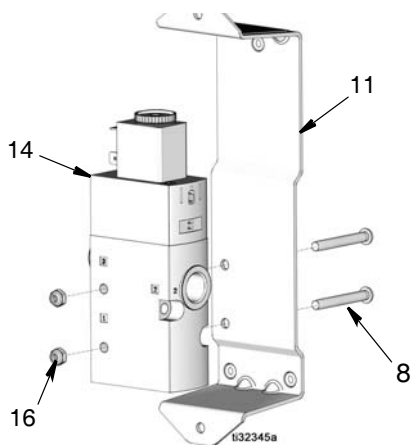

FIG. 27
6. Remova os dois parafusos (8) e porcas (16) mantendo a válvula solenoide (14) no suporte (11) e remova-a (FIG. 27).